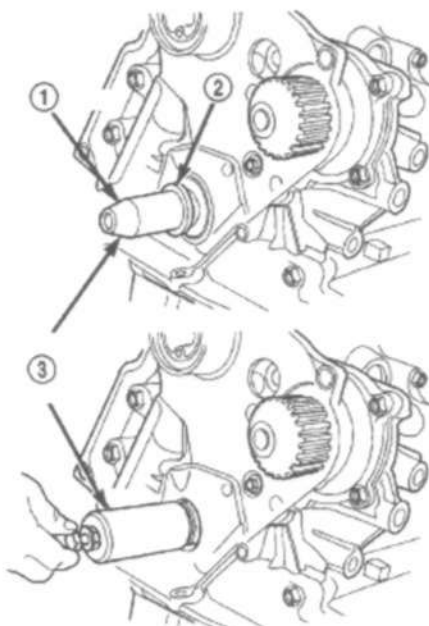

Рис. 54 Установка переднего уплотнения коленчатого вала
- (1) Установить новое уплотнение при помощи спец. приспособления 6780 (Рис. 54).
- (2) Поместить уплотнение в отверстие с уплотнительной пружиной внутри двигателя. Установить уплотнение так, чтобы оно было заподлицо с крышкой.